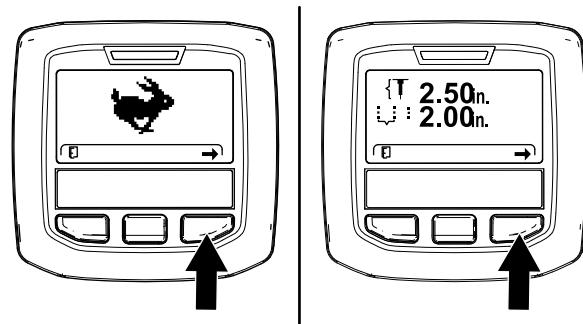
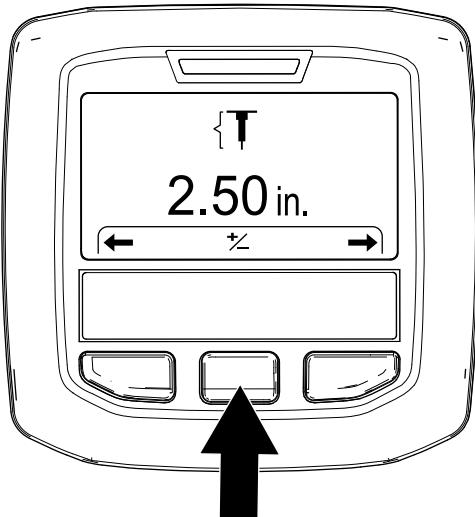

Figura 51
Figura 52
- Pulse el botón derecho del InfoCenter hasta que se muestre la pantalla Setting the Hole Depth (Ajuste de la profundidad de las perforaciones) (Figura 51 y Figura 52).